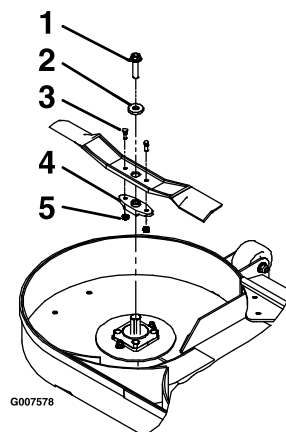

Figura 64
- Retire la cuchilla, la arandela y el perno que sujetan la cuchilla y el impulsor de la cuchilla (Figura 64).
- Retire el impulsor de la cuchilla de la cuchilla existente (Figura 64).
1. Instale el impulsor de la cuchilla en las cuchillas nuevas con los pernos de cizallamiento y las contratuercas (Figura 64).
3. Instale la cuchilla, la arandela y el perno de la cuchilla en el eje (Figura 64).